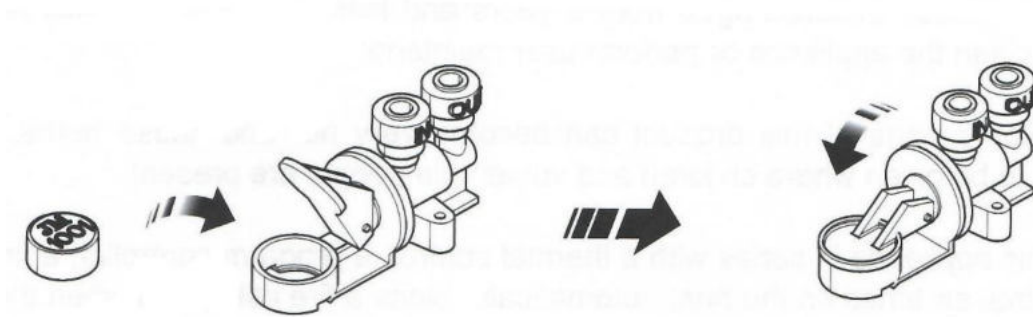

Fig 37
2. Stellen Sie sicher, dass das Ventil auch aktiviert wurde, indem Sie die Position des Ventilarms überprüfen. Wenn sich das Pad ausgedehnt hat und sich der Arm oben befindet (Abb. 37), dann wurde das Ventil aktiviert.